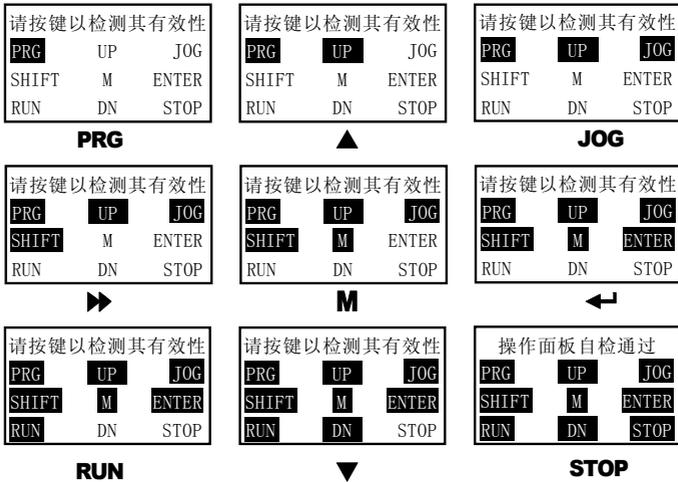

图 5-12 操作面板按键与显示对应图
2. 按任意按键以检测是否有效，反色显示为有效，如图 5-12 所示。在此过程中，若 4—5 秒未按键，将直接跳转至第 4 步。若自检通过，将跳转至第 3 步。